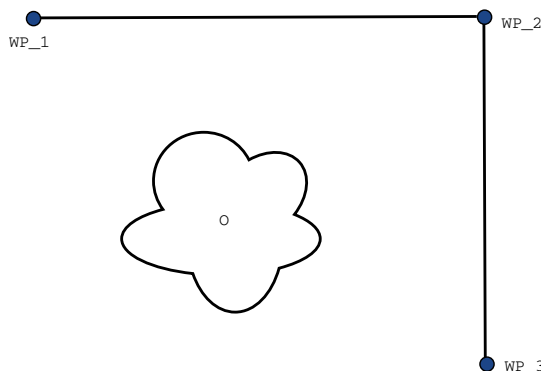

Figure 15.2: WP_1: начальное положение, WP_2: промежуточная точка, WP_3: положение захвата, O: препятствие.
Пример Рассмотрим операцию захвата и перемещения в качестве примера (см. рисунок 15.2), где робот в настоящий момент находится в контрольной точке 1 (WP_1) и должен выполнить захват объекта в контрольной точке 3 (WP_3). Во избежание столкновений с объектом и другими препятствиями (O) робот должен двигаться к WP_3 в направлении из контрольной точки 2 (WP_2). Таким образом, три контрольных точки участвуют в создании пути, удовлетворяющего требованиям.